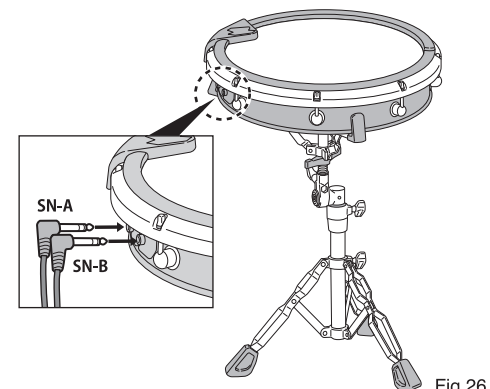

Fig.26
2. Insert the cables (labeled as SN-A and SN-B) from the Sound Module (Fig.26).
ケーブル SN-A, SN-B を各ジャックに接続します (Fig.26)。